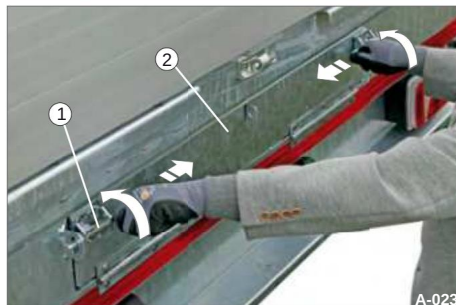

Fig. 29 Oplåsning af rampeskakten
• Drej fjederlåsene (fig. 29/1) opad samtidig, og træk dem ind mod midten.
• Sving flappen (Fig. 29/2) af rampeskakten.
• Luk klappen (fig. 29/2) på rampeskakten.
• Lås klappen med Fjederlåse (fig. 29/1) og om nødvendigt med en hængelås.